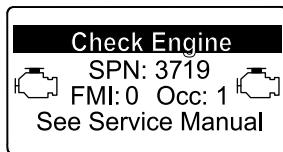

Figura 59
- Avvertenza motore SPN 3719, FMI: 0 (Figura 59)